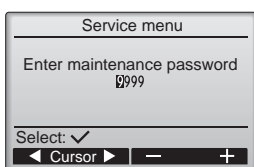

Fig. 7-2
- ① Выберите в Главном меню пункт "Service" (Сервисное обслуживание) и нажмите кнопку ☑.
- ② После выбора Сервисного меню появится окно ввода пароля. (Fig. 7-2)